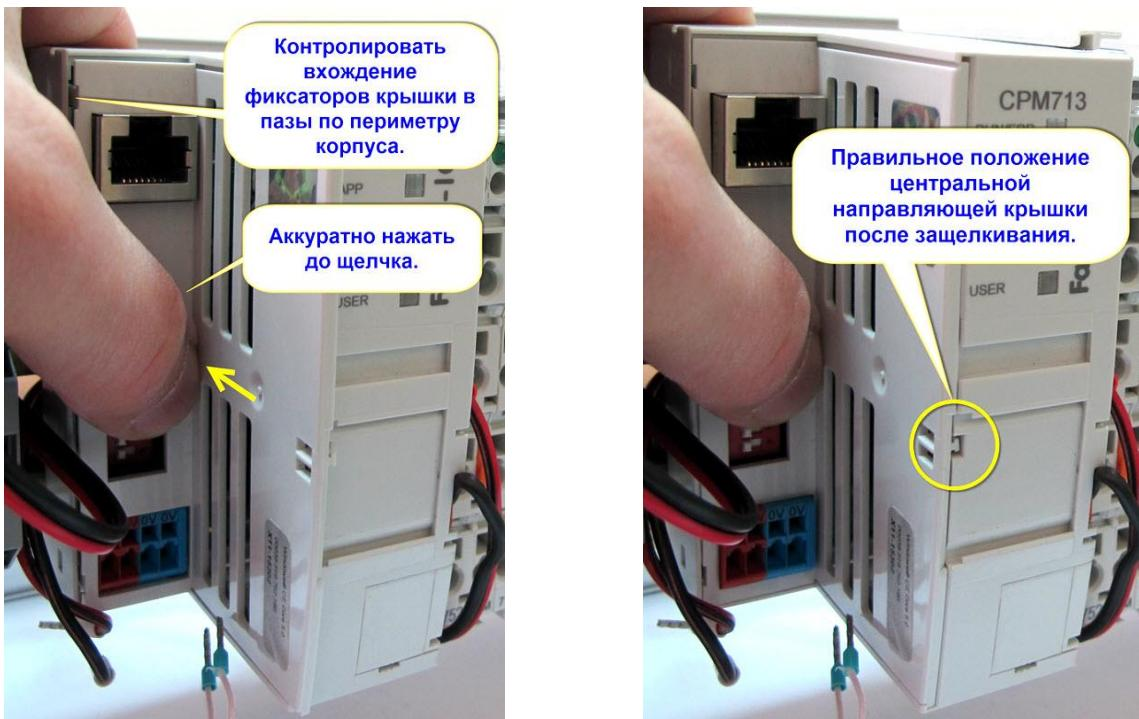

Рис. 5.11 Защелкивание фиксаторов боковой крышки
10. При необходимости придерживая правой рукой центральную направляющую крышки в центральном пазу корпуса, аккуратно защелкните фиксаторы крышки нажатием большого пальца левой руки, как показано на Рис. 5.11.